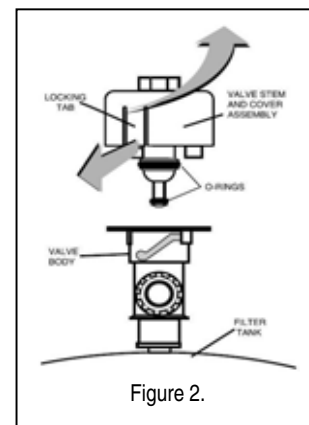

Figure 2.
3. Terwijl de ontluuchtingsklep op de filtertank is bevestigd, trekt u de sluitbuis naar buiten en verwijdert u de klepsteel en de afdekconstructie met een hef beweging tegen de klok in (zie afb. 2).
3. Avec la soupape de surpression fixée au réservoir du filtre, tirez les languettes d'arrêt et retirez la queue de soupape ainsi que le couvercle avec un mouvement de rotation anti-horaire et de levage. Voir la figure 2.